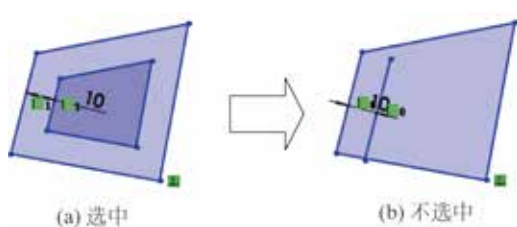

图 3.27 选择链
- ☒ 反向(O) 复选框：用于调整等距的方向。
- ☒ 选择链(S) 按钮：用于是否选取与所选对象相连的其他对象，如图 3.27 所示。